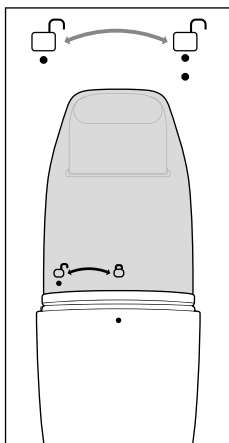
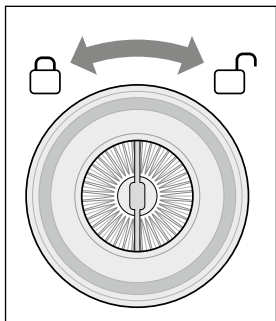

Fig. 6
Fig. 9
1. Quando si apre il contenitore di raccolta dello sporco ❸ prestare attenzione ai segni ● sotto il simbolo □ del contenitore di raccolta dello sporco ❸ e sul bordo dell'apparecchio. Sostenere l'apparecchio dall'impugnatura ❹ e ruotare il contenitore di raccolta dello sporco ❸ fino a far coincidere i due segni (vedere fig. 6).
6. Riapplicare il contenitore di raccolta dello sporco **3** all'apparecchio. Nel farlo, assicurarsi che i due segni ● sotto il simbolo □ del contenitore di raccolta dello sporco **3** e sul bordo dell'apparecchio coincidano (vedere fig. 6). Ruotare il contenitore di raccolta dello sporco **3** finché il segno ● sul bordo dell'apparecchio non viene a trovarsi sotto il simbolo □ del contenitore di raccolta dello sporco **3** e il contenitore di raccolta dello sporco **3** non s'innesta con uno scatto nell'apparecchio.
- ▶ Se si desidera sostituire il filtro della polvere ❸ saltare i passi 3 e 4. Andare direttamente al passo 5.
3. Svuotare il filtro della polvere ⑤ e l'alloggiamento filtro ④ in un secchio dei rifiuti battendovi sopra.
4. Pulire il filtro della polvere ⑤ e l'alloggiamento filtro ④ con acqua di rubinetto, poi lasciarli asciugare completamente all'aria.
5. Reinscrivere il filtro della polvere ⑤ nell'alloggiamento filtro ④ e ruotarlo verso sinistra su  fino ad innestarlo saldamente nell'alloggiamento filtro ④ (vedere fig. 9).
6. Reinscrivere il filtro della polvere ⑤ con l'alloggiamento filtro ④ nel contenitore di raccolta dello sporco ③. Assicurarsi che il filtro della polvere ⑤ sia dritto dentro il contenitore di raccolta dello sporco ③ e che il bordo di gomma del contenitore di raccolta dello sporco ③ chiuda a tenuta.
7. Riapplicare il contenitore di raccolta dello sporco ③ all'apparecchio. Nel farlo, assicurarsi che i due segni ● sotto il simbolo  del contenitore di raccolta dello sporco ③ e sul bordo dell'apparecchio coincidano (vedere fig. 6). Ruotare il contenitore di raccolta dello sporco ③ finché il segno ● sul bordo dell'apparecchio non viene a trovarsi sotto il simbolo  del contenitore di raccolta dello sporco ③ e il contenitore di raccolta dello sporco ③ non s'innesta con uno scatto nell'apparecchio.